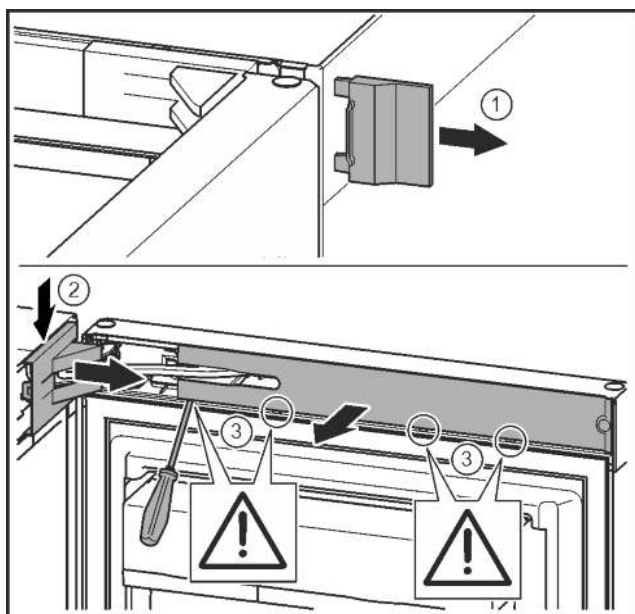

Fig. 7
- Снять внешнюю крышку. Fig. 7 (1)
- При помощи отвертки освободить крышку опорного кронштейна и отсоединить. Снять крышку опорного кронштейна. Fig. 7 (2)
- Шлицевой отверткой вывести накладку из зацепления и отвести в сторону. Fig. 7 (3)